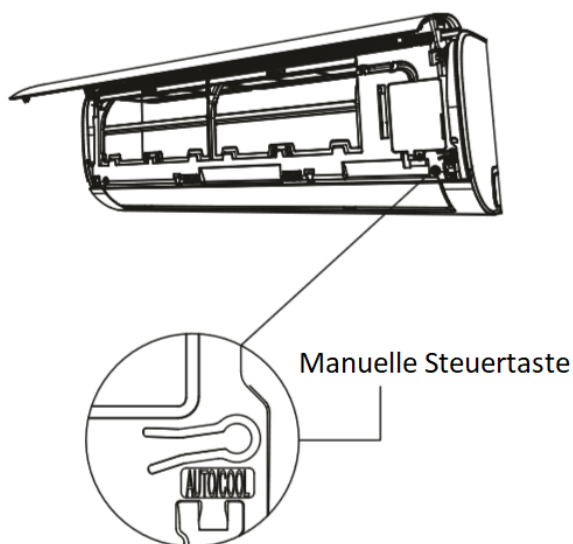

Fig. 8.1
2. Die Taste **MANUAL CONTROL** befindet sich auf der rechten Seite des Geräts. Drücken Sie zweimal, um die KÜHL-Funktion auszuwählen. Siehe Abb. 8.1.